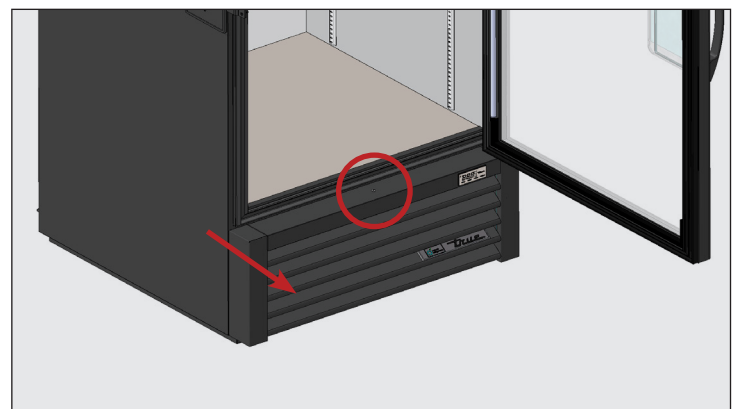

Fig. 3. Ubicación de los tornillos de la rejilla frontal. Retire con cuidado la rejilla de los imanes.
5. Retire la rejilla frontal para tener acceso a los pernos de transporte. Véase la fig. 3.